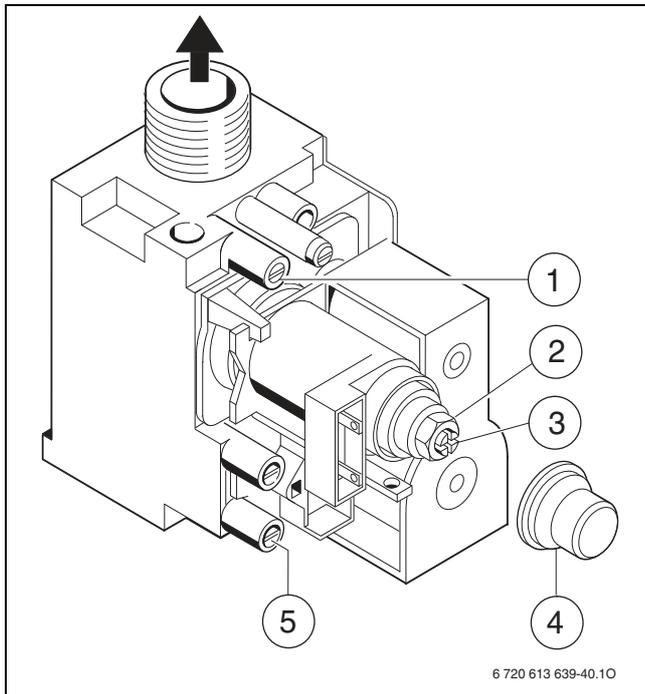

Рис. 28
- ▶ Отвернуть уплотнительный винт штуцера для измерения давления перед форсунками (→ рис. 28, [1], стр. 21) и подсоединить U-образный манометр.
- ▶ Отвернуть уплотнительный винт штуцера измерения давления перед форсунками (→ рис. 28, [1]) и подсоединить U-образный манометр.
- ▶ Снять крышку (→ рис. 28, [4]).
- ▶ Для положения «максимум» давление (мбар) перед форсунками приведено в таблице на стр. 40 Установите давление перед форсунками регулировочным винтом максимального расхода газа (→ рис. 28, [2]). Поворот направо - больше газа, поворот налево - меньше газа.
- ▶ Давление перед форсунками (мбар) для положения «минимум» приведено в таблице на стр. 40. Установите давление перед форсунками регулировочным винтом минимального расхода газа (→ рис. 28, [3]).
- ▶ Отвернуть уплотнительный винт штуцера для измерения присоединительного давления (→ рис. 28, [5]) и подключить манометр.